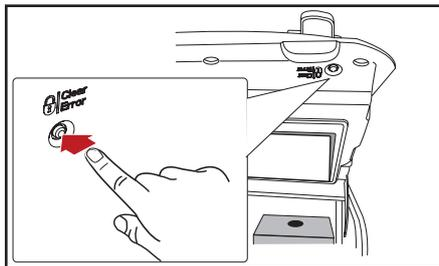

Fig. 5.2 - Bloqueie o dispensador
1. Abra a porta do dispensador e prima o botão de BLOQUEAR/LIMPAR-ERRO (fig. 5.2) para bloquear a interface do dispensador para impedir dispensar bebidas ou água quente acidentalmente ao limpar as peças externas.